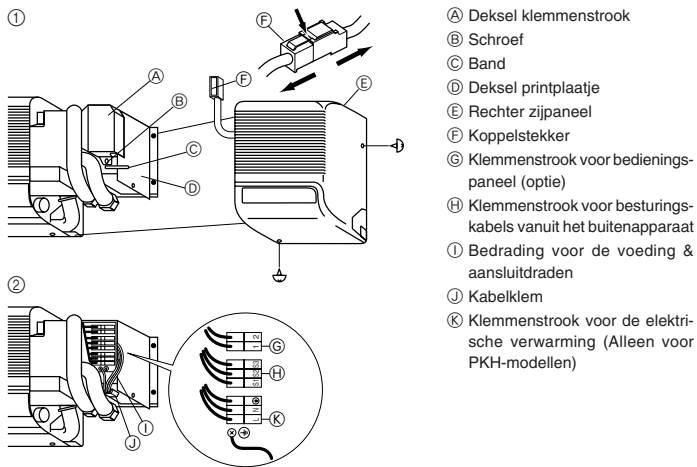

Fig. 6-1
6.1. Binnenapparaat (Fig. 6-1)
① Verwijder het rechter zijpaneel.